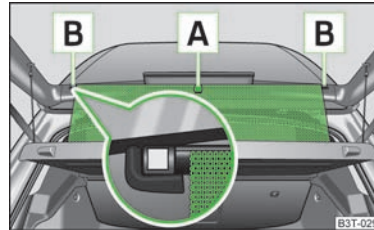

Abb. 47
- Das Sonnenschutzrollo am Griff **A** » Abb. 47 herausziehen und in die magnetischen Halter **B** einhängen.